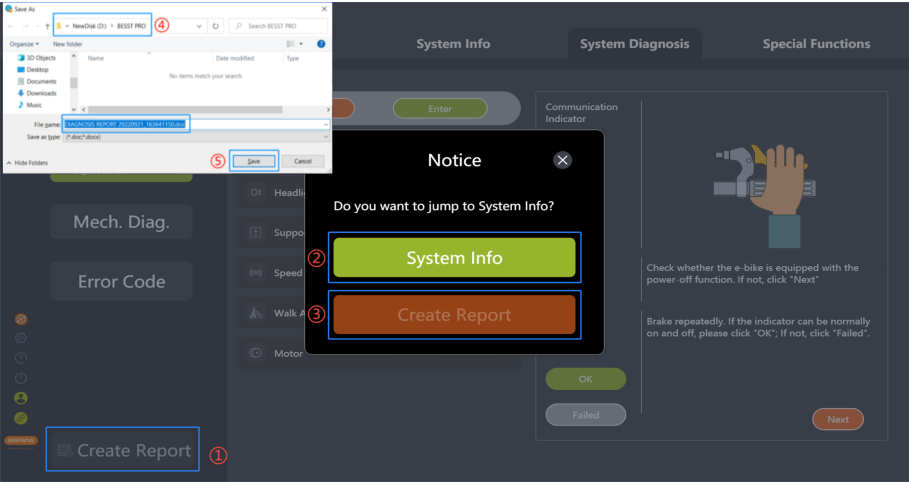

图 7-8 系统诊断界面创建报告
- 1. 点击“创建报告”，提示“要跳转到系统信息吗？”（如图 7-8）；